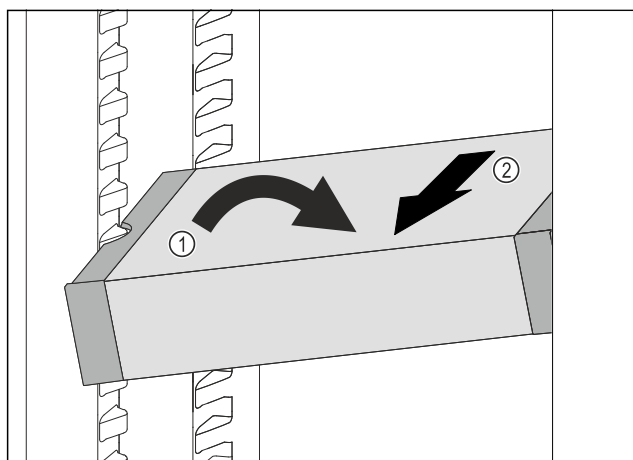

Fig. 109
▶ Coloque el VarioSafe en el compartimento del frigorífico en posición oblicua. Fig. 109 (1)
▶ Extraiga el VarioSafe hacia delante. Fig. 109 (2)